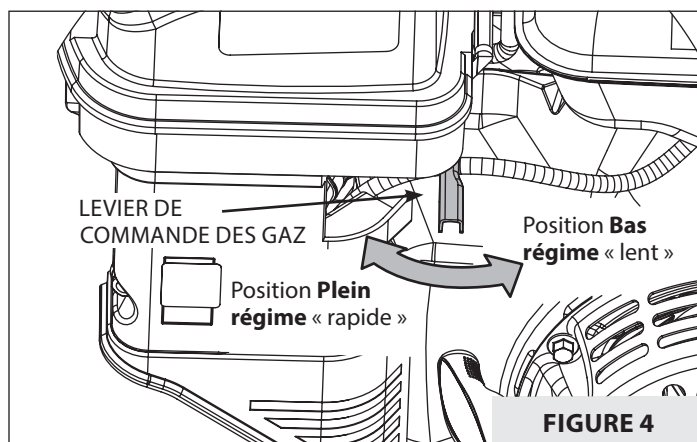

FIGURE 4
VOIR FIGURE 4.
1. Mettre la commande des gaz en position **BASSE** et laisser le moteur tourner à bas régime pendant 1 à 2 minutes. (*Cela n'est pas nécessaire sur les modèles à commande des gaz fixe en position de plein régime.*) **VOIR FIGURE 4.**